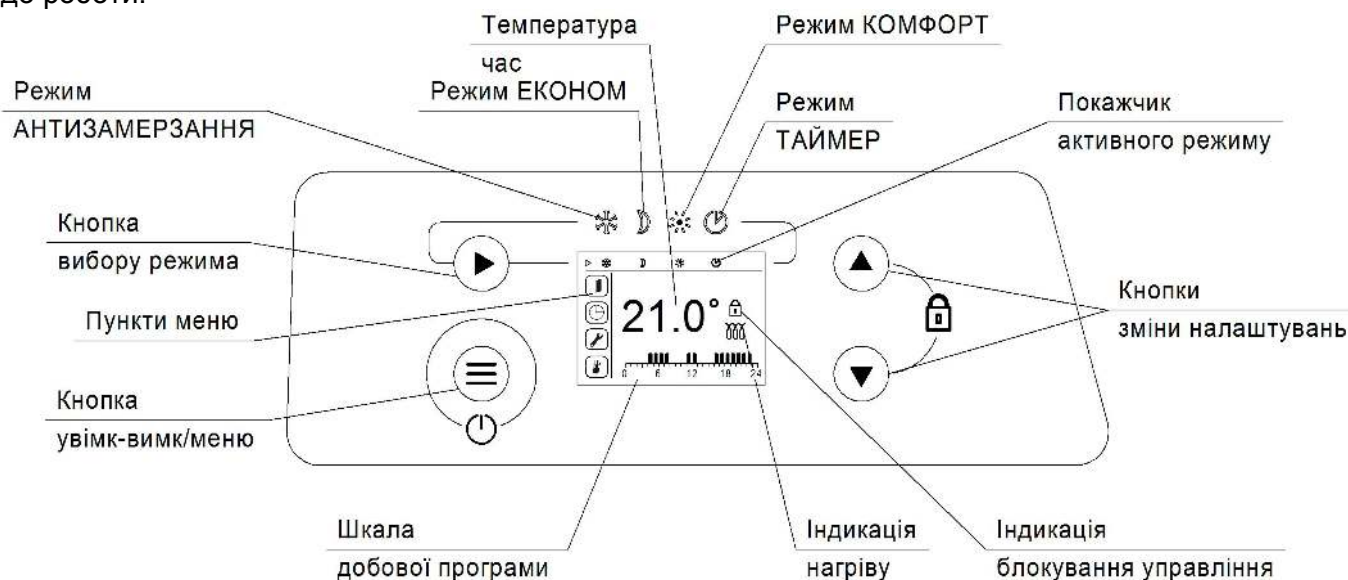

Рис. 5
4.7 Вставте вилку шнура електроживлення конвектора в розетку електромережі. Засвітиться дисплей на панелі управління (рис. 5), на дисплеї відобразиться поточний час. Конвектор готовий до роботи.